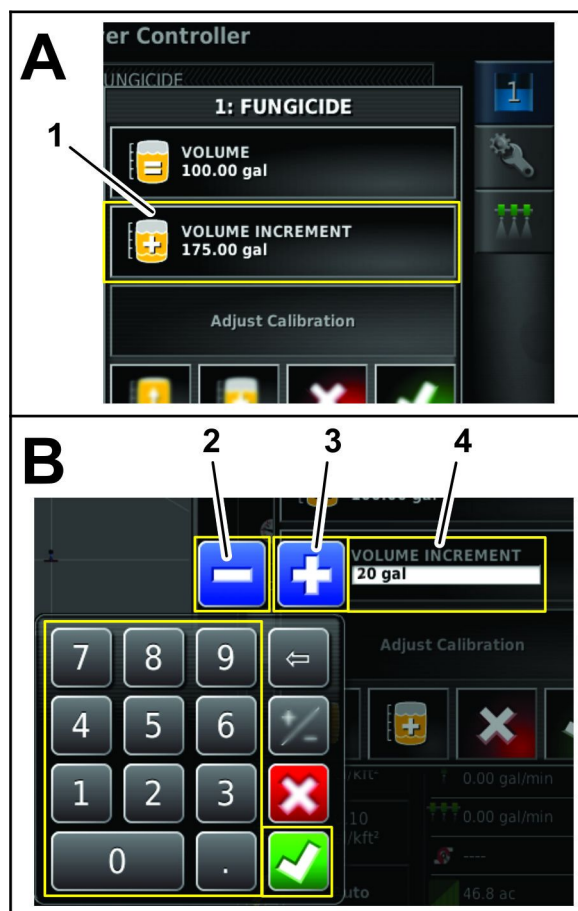

Figure 39
1. Appuyez sur l'icône de REMPLISSAGE DE CUVE (Figure 39).